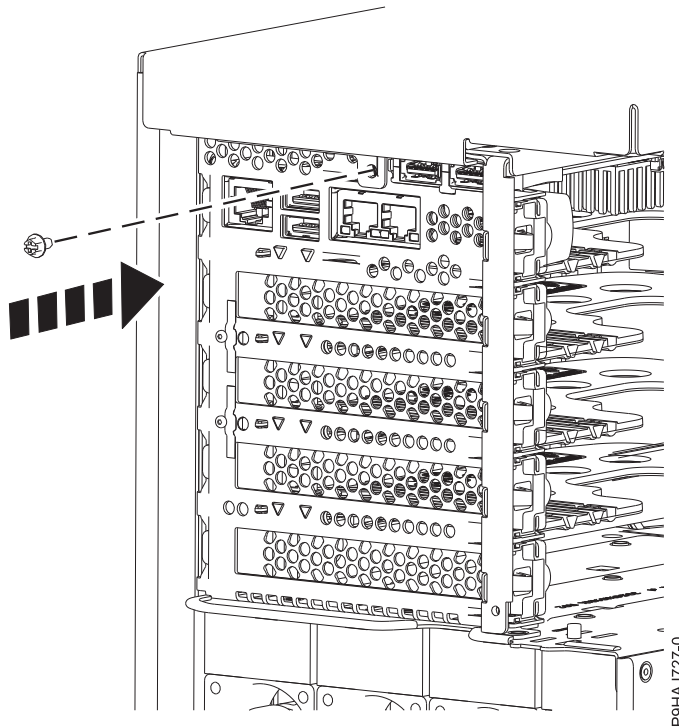

Abbildung 22. Schraube der Seitenabdeckung anbringen
3. Bringen Sie die Schraube der Seitenabdeckung mit einem Kreuzschlitz-Schraubendreher an der Rückseite des Systems an (siehe Abb. 22 auf Seite 37).